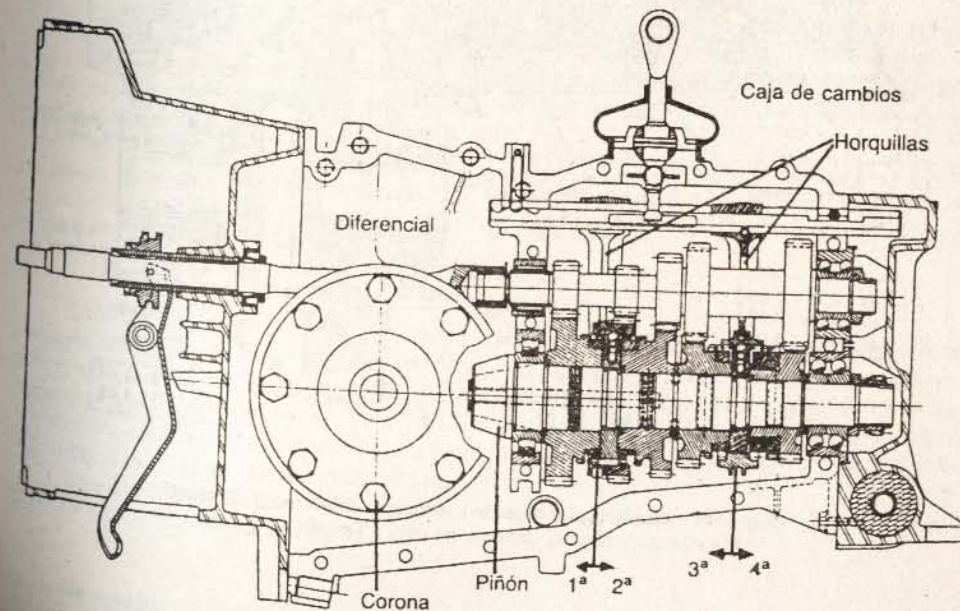

Fig. 5-15.— Diferencial-caja de cambios de GS y GSA
12. Embrague, caja de cambios y diferencial de GS y CX.— Los vehículos Citroën GS y CX-2000 y 2200 se fabrican con cajas de cambios de 4 velocidades sincronizadas hacia adelante y una hacia atrás, todas en conjunto con el embrague y el diferencial. El eje de mando (Fig. 5-15) recibe la rotación del embrague y se la transmite al eje primario de la caja, con los engranajes de 1ª, retroceso, 2ª, 3ª y 4ª velocidades, los que engranan con los conducidos del eje secundario, en forma permanente.